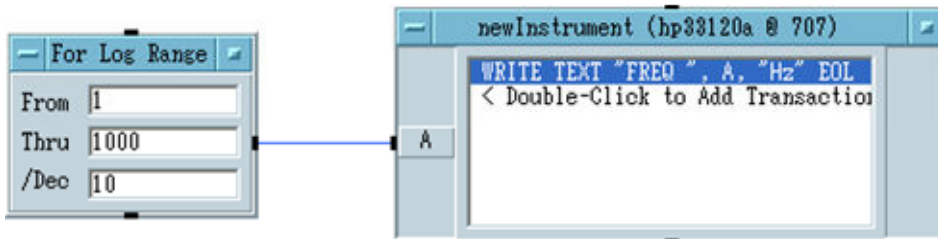

図5-10 周波数を連続で変化させる実験
- (5) 以上の操作により図5-10のようになる。プログラムを実行すると、周波数が1 Hzから1 kHzまで対数上で軸等間隔になるように連続で変わるはずである。各自確認すること。